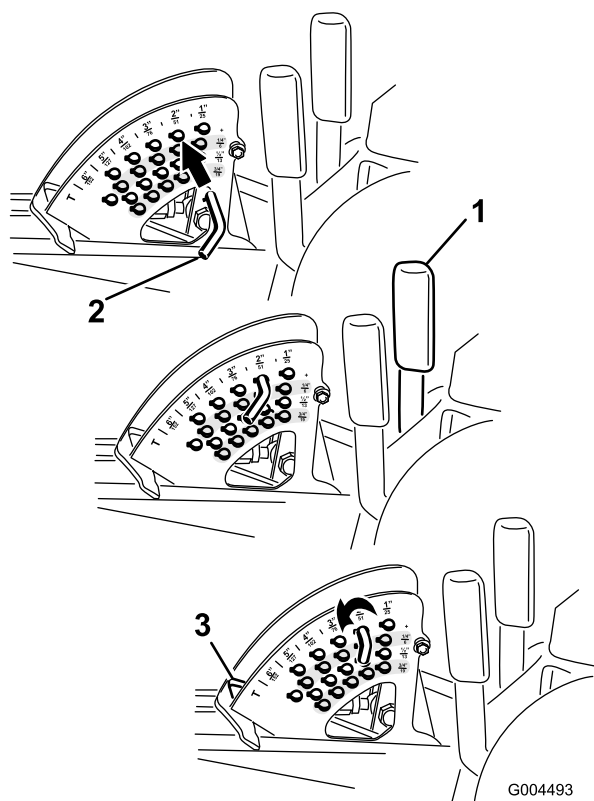

図 21
**注** デッキを上昇位置にロックするには、上昇位置からさらに 15 cm 上昇させ、刈高ストップ・ピンを抜いて (刈高の調整の項を参照)、刈高 15 cm (6インチ) の穴に通します (図 21)。
1. エンジンが回転している状態で、デッキ昇降レバーを手前に引き、デッキが完全に上昇したら **直ちにレバーから手を離す** (図 21)。
2. ストップ・ピンについているロール・ピンを回してピンと刈高設定穴のスロットとが整列したところでピンを抜き取る (図 21)。
3. 刈高ブラケットについている穴から、希望する刈高に対応する穴を見つけ、その穴にピンを通し、ピンを回してロックする (図 21)。
**注** 刈高設定穴は、扇形の外周に一番近い段から全部で4段 (列) あります (図 21)。外周側の列は、外周部に刻印されている通りの刈高の穴です。2 列目の穴は、1 列目の刈高よりも 6 mm 高い刈高となります。3 列目の穴は、1 列目の刈高よりも 12 mm 高い刈高となります。4 列目の穴は、1 列目の刈高よりも 18 mm 高い刈高となります。刈高 158 mm だけは例外で、2列目のはずれにあります。この穴にセットすると 刈高 158 mm となります (6 mm アップにはなりません)。